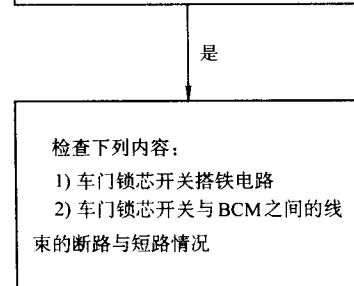

图 3-39 诊断步骤 4-2
(8) 诊断步骤 4-2 (车门锁芯开启开关的检查), 如图 3-39 所示。